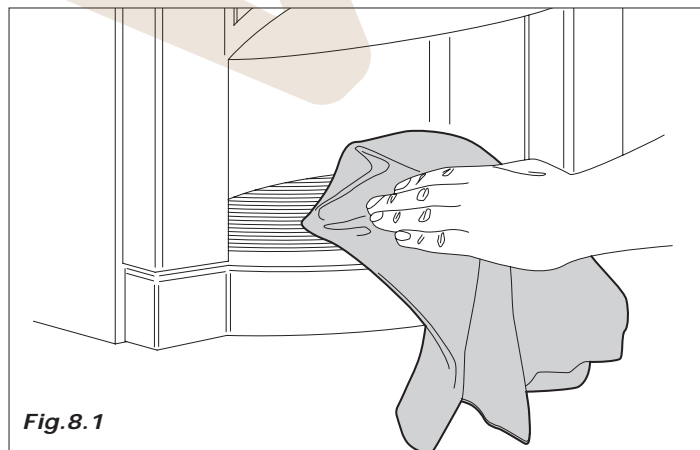
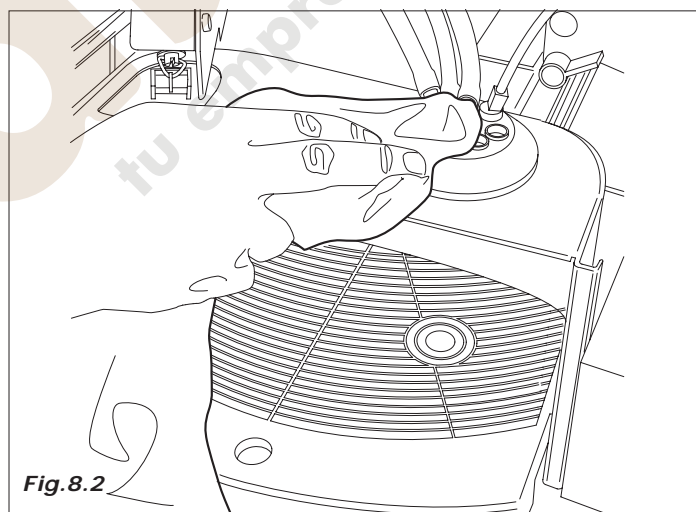

Fig. 8.1
Fig. 8.2
- limpiar todas las partes visibles de la zona de recepción de vasos (Fig. 8.1 e Fig. 8.2)